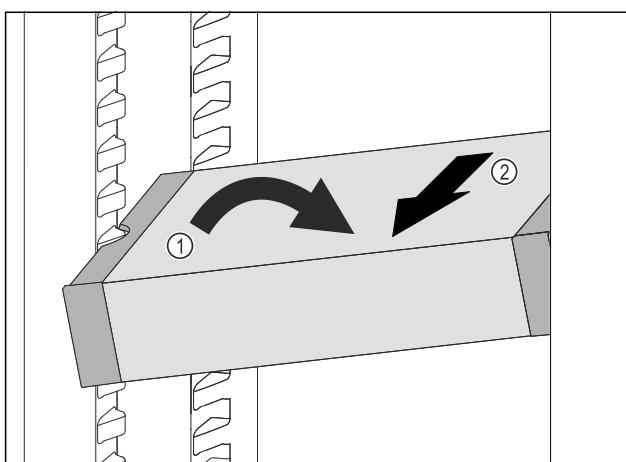

Fig. 110
- VarioSafe postavte v chladničce šikmo. Fig. 110 (1)
- VarioSafe odeberte směrem dopředu. Fig. 110 (2)